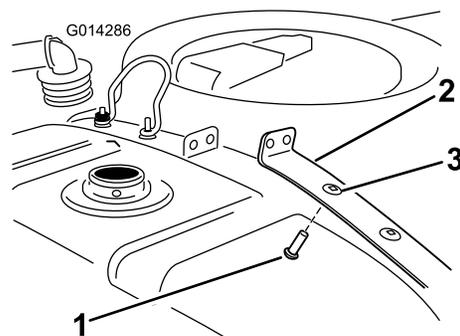

図 8
- 右後部タンク固定ベルトの内側の穴にキャリッジ・ボルトを取り付ける (図 8)。